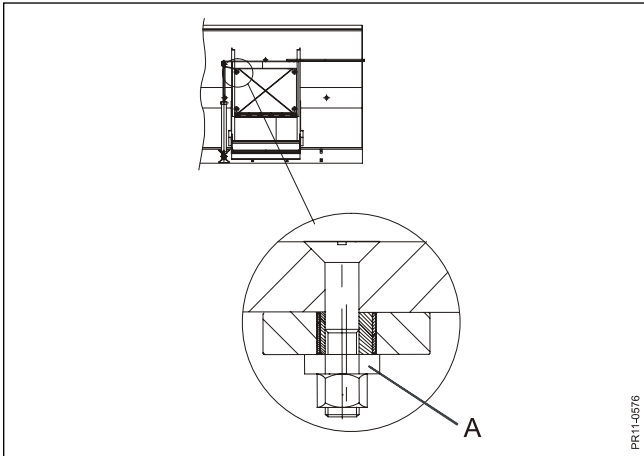

Fig. 9.7
Fig. 9.7 Rullerne ved lågen bør 1 gang pr. 6 mdr. kontrolleres og evt. justeres. Møtrikken løsnes og rullen kan justeres ud mod kanten ved hjælp af excentrikken (A). Lågen skal køre parallelt med føringen med mindst mulig slør imellem ruller og kant.